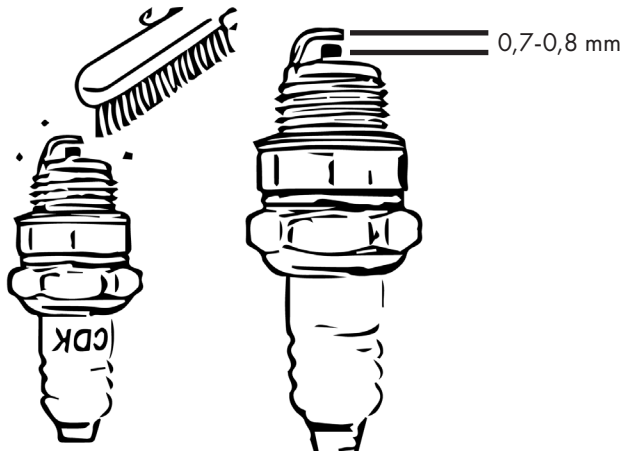

Bild 27
- Ställ in elektrodavståndet till ett målvärde på 0,7-0,8 mm. Se bild 27.